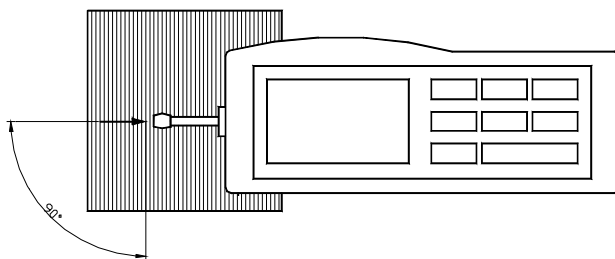

图 2-3 测量方向
d. 参照图 2-3，传感器的滑行轨迹必须垂直于工件被测表面的加工纹理方向。